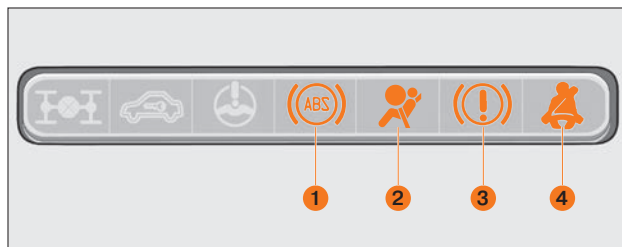

Рис. 43. Блок контрольных ламп
БЛОК КОНТРОЛЬНЫХ ЛАМП (рис. 43)
Контрольная лампа антиблокировочной системы тормозов (АБС) 1 (рис. 43).
**Контрольная лампа системы пассивной безопасности 2 (рис. 43).** После включения зажигания лампа должна загореться жёлтым светом на шесть секунд и погаснуть. При выключении зажигания и включении его до истечения 15 секунд сигнализатор не включается.
**Контрольная лампа электронного распределения тормозных сил 3 (рис. 43).**
Контрольная лампа непристёгнутого ремня 4 (рис. 43).